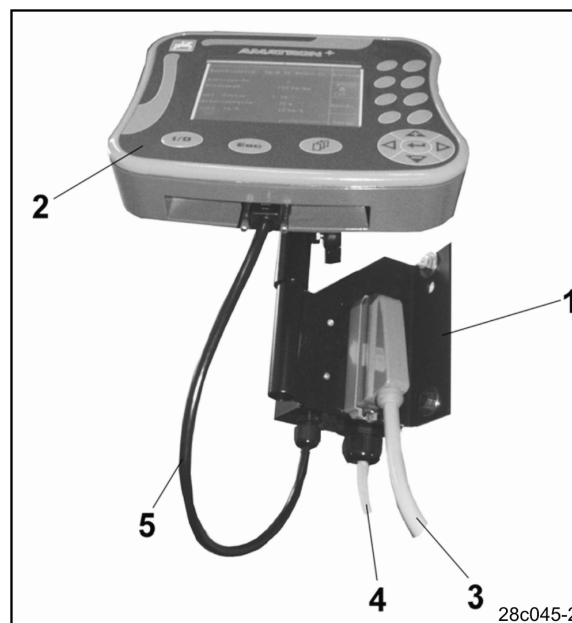
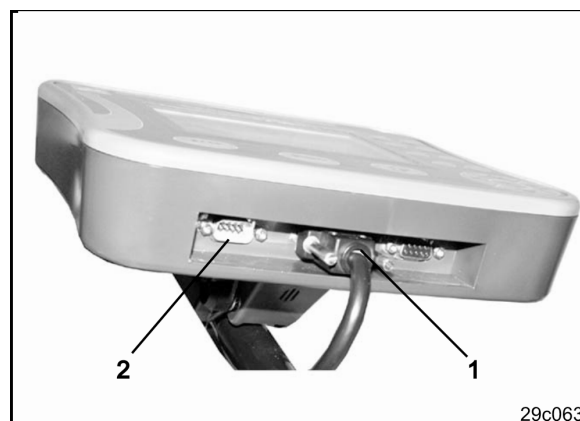

Fig. 3
Fig. 4
Eksempel (fig. 3/6)
Terminalen (Fig. 3/2) er en universalenhet og kan kobles til alle **AMAZONE**-maskiner med **AMATRON⁺** datamaskin.
Terminalen (Fig. 3/2) og konsollen (Fig. 3/1) kobles til på følgende måte:
1. Koble til såmaskinen via maskinkoblingen (Fig. 3/3)
2. Batteritilkoblingskabelen (Fig. 3/4) kobles til traktorbatteriet.
3. Forbindelseskabelen (Fig. 3/5) kobles til terminalen (Fig. 3/2).
4. Pluggen på forbindelseskabelen settes inn i (Fig. 3/5) den midtre 9-polede sub-D-kontakten (Fig. 4/1)
Det serielle grensesnittet (Fig. 4/2) tillater integrering av en GPS-terminal.